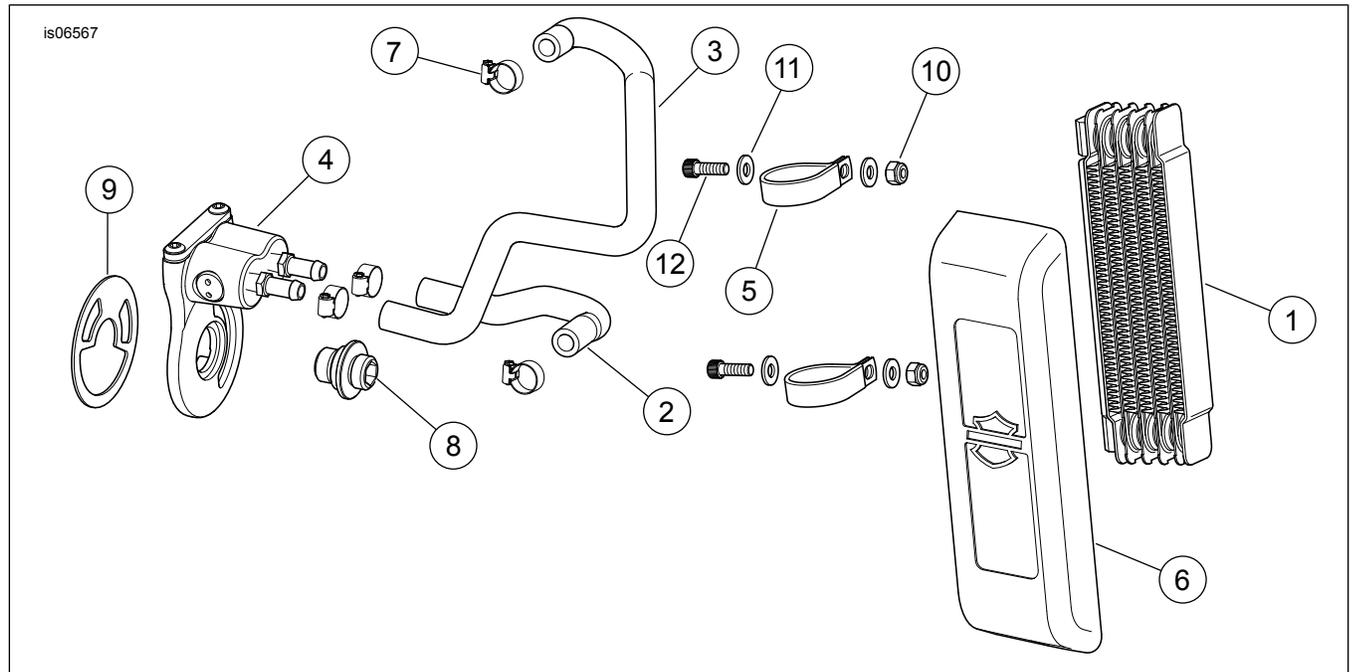

Abbildung 4. Ersatzteile: Dyna-Ölkühler
Siehe Abbildung 4 und Tabelle 1.
4. Siehe Abbildung 4. Oberen Schlauch (3) am Anschluss des Ölkühlers anbringen. Schlauchschellen (7) auf folgendes Drehmoment anziehen: 0,9 N·m (8 in-lbs).
5. Unteren Schlauch (2) am unteren Anschluss des Ölkühlers anbringen. Schlauchschellen (7) auf folgendes Drehmoment anziehen: 0,9 N·m (8 in-lbs)